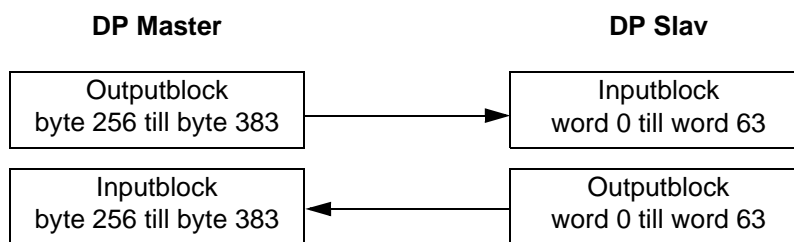

FIG. 49: Master/Slav-utbyte
- Detta resulterar i ett intervall från word 0 till word 63. FIG. 49 illustrerar detta byte.
OBS: FIG. 49 har ingen anslutning med Inputblock och Outputblock i Graco Gateway. Terminologin som används i taggarnas konfiguration är från PLC:s perspektiv (DP Master). Se **Graco Gateway Installation** för mer information.